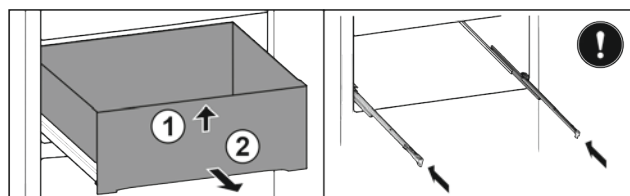

Fig. 28*
- ▶ Поднимите выдвижной ящик спереди Fig. 28 (1).*
- ▶ Извлеките движением вперед Fig. 28 (2).*